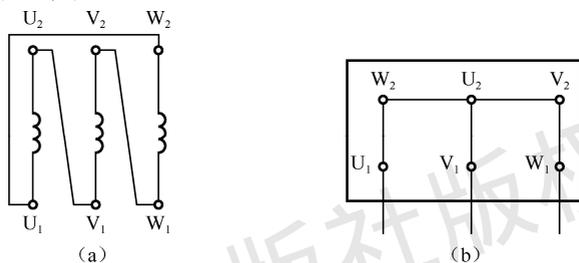

图 1-41  $\Delta$  连接原理图
(1) 先用短接环将电动机接线端子按  $\Delta$  连接的要求连接好(见图 1-41),再将准备好的导线分别接在  $U_1$ 、 $V_1$ 、 $W_1$  端。导线与接线端子连接时,不得压绝缘层、不反圈,且露铜不宜过长(一般露铜  $2\text{mm}$  为宜)。
(2) 导线连接完成后,仔细检查。然后在老师的监护下接入  $380\text{V}$  电源,观察电动机运行是否正常。若不正常,则仔细检查问题所在,直至正常为止。
(3) 整理好器材和工具。